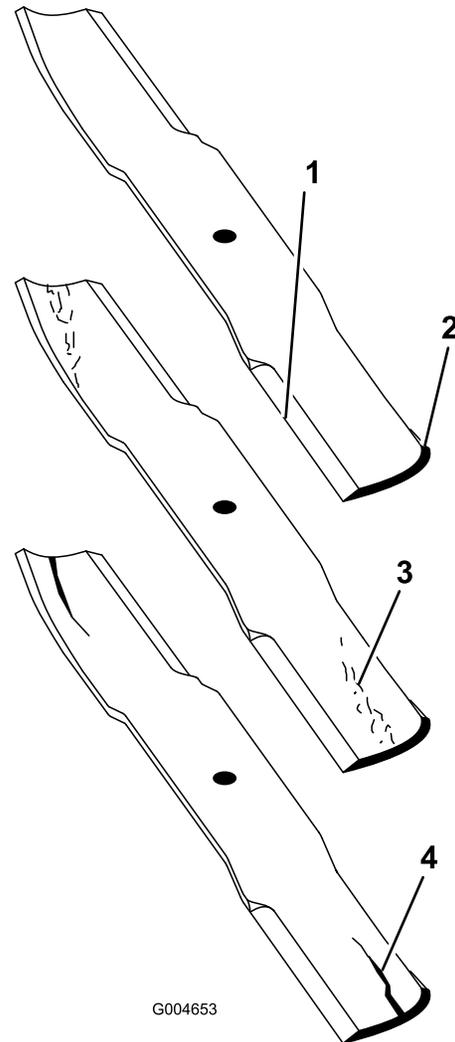

Figure 86
2. Examinez attentivement les tranchants de la lame, particulièrement au point de rencontre de la partie plane et de l'ailette (**Figure 86**).
Remarque: Le sable et les matières abrasives peuvent éroder le métal à cet endroit, c'est pourquoi il est important de contrôler l'état de la lame avant d'utiliser la tondeuse. Remplacez la lame si elle est usée (**Figure 86**).